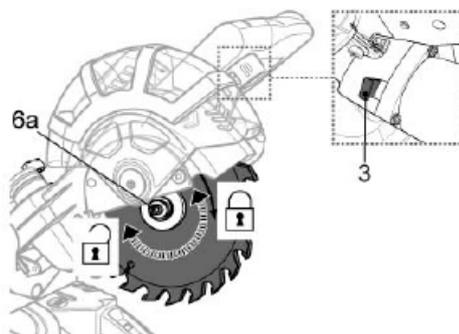

Fig. 58
- > Dévissez le boulon de la lame [6a] avec la clé hexagonale de 6 mm [31] (Fig. 58).